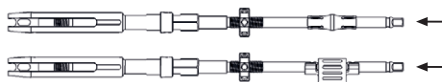

Рис. 12
- Все вместе вставить во внешнюю втулку FRI, см. Рис. 12.